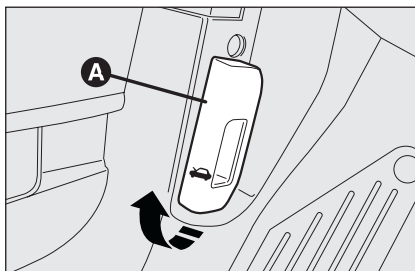

fig. 96
- ☐ tirare la leva **A-fig. 96** nel senso indicato dalla freccia;